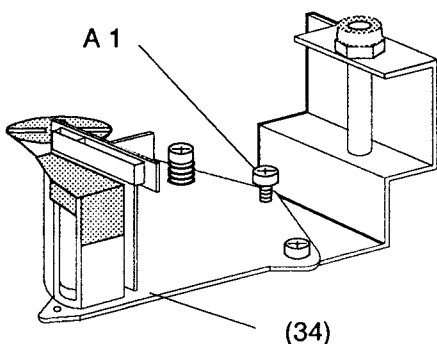

Fig. 41
- Neigung des A/C-Kopfes (34) mit Schraube "A1" (Fig. 41 / 42) so einstellen, daß das Band bei manueller Bandzugerhöhung leicht sichtbar, jedoch ohne zu bördeln am unteren Führungsbund des Bandlaufbolzens P4 aufliegt.
- Adjust the tilt of the A/C head (34) with the screw "A1" (Fig. 41 / 42) so that the tape, whilst manually increasing the tape tension, just touches the lower collar of the Tape Guide Bolt P4 without crinkling.